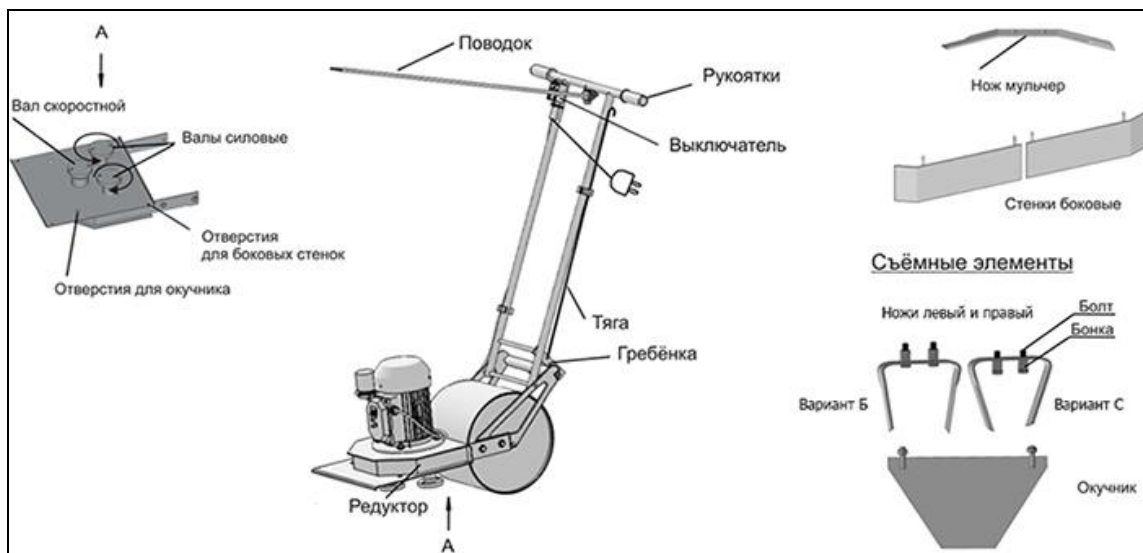

Рисунок 2 – Устройство электрокультиватора
Электрокультиватор состоит из редуктора (см. рисунок 2, стрелка А), соединённого через опорный каток с рукоятками, положение которых фиксируется гребёнкой с помощью тяги (см. рисунок 2). На редукторе смонтирован электродвигатель. Редуктор имеет один скоростной и два силовых вала с посадочными отверстиями для крепления ножей, а также посадочные отверстия для установки боковых стенок и окучника. При перевозке культиватора в транспортных средствах, рукоятки
**Глубокое рыхление.** На силовые валы устанавливают ножи пропашные левый и правый, а на редуктор – стенки боковые. Ножи устанавливают режущими кромками в сторону направления вращения (на продольной оси редуктора режущие кромки направлены к катку, у стенок – от катка). Ножи и соответствующие им валы маркируются краской. Стенки боковые устанавливают шпильками в посадочные места редуктора отогнутыми краями к катку и крепят с помощью гаек М10. Глубина рыхления регулируется с помощью бонок, посредством их установки под или над ножами (см. рисунок 2, варианты Б, С).
Положение рукоятки регулируется под определенный рост оператора с помощью гребенки (см. рисунок 2).